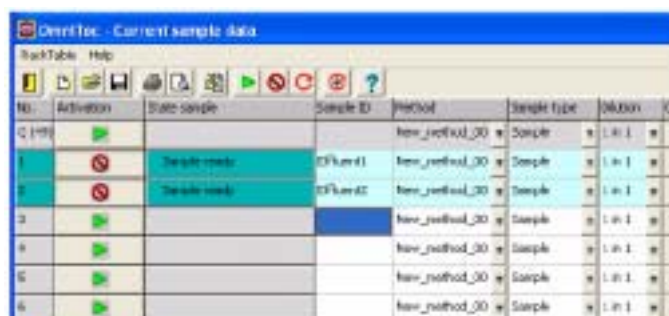

图41 Current Sample Table（当前样品表）窗口
6. 在Current Sample Data (当前样品数据) 窗口(图41), 在样品架表中正确输入并**放好**样品。详情见表6。